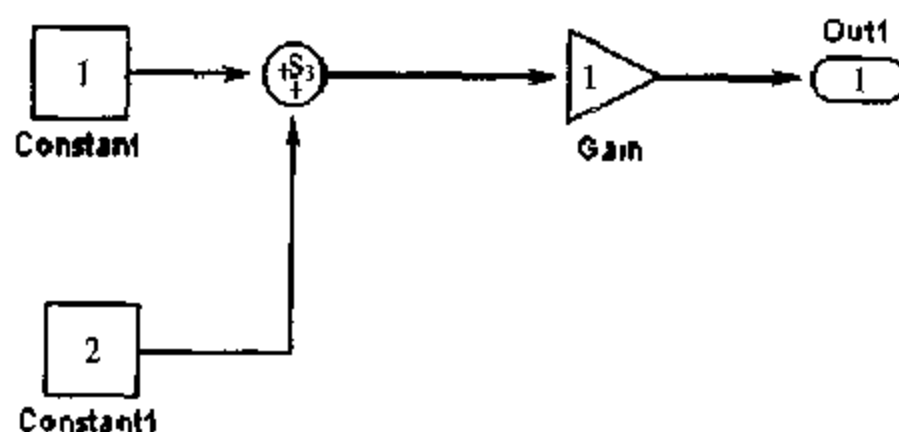

图 9-12 不变信号示例模型
(1) Loop rolling threshold. 让用户设置使循环转换(loop rolling)发生时的门限(一个正整数)。例如,设置这个门限值为5,意味着如果你的算法被连续调用的次数超过5次,那么就把整个算法嵌到一个 for 循环中去。
(2) Show eliminated statements. 选中这个检查框,将使得 RTW 把在优化时被删除的语句作为注释语句显示在生成代码里。
(3) Verbose builds. 这个特性强迫命令行输出代码生成状况和编译器输出。
(4) Invariant signals. 注意“Invariant constants”和“Invariant signals”并不是等同的。“invariant signals”指在 Simulink 仿真过程中保持不变的模块输出信号。例如在图 9-12 所示的模型中的 S3 信号就是一个不变信号。如果用户在 Code Generation Options 对话框里选择了 Inline invariant signals, Real - Time Workshop 就把不变信号 S3 内嵌在生成的代码里。这与 Real - Time Workshop 页的 Inline parameters 不同,后者对应应用于不变常数,在这个例子中,如果用户选中了 Inline parameters 检查框, Real - Time Workshop 就内嵌两个常数和增益。